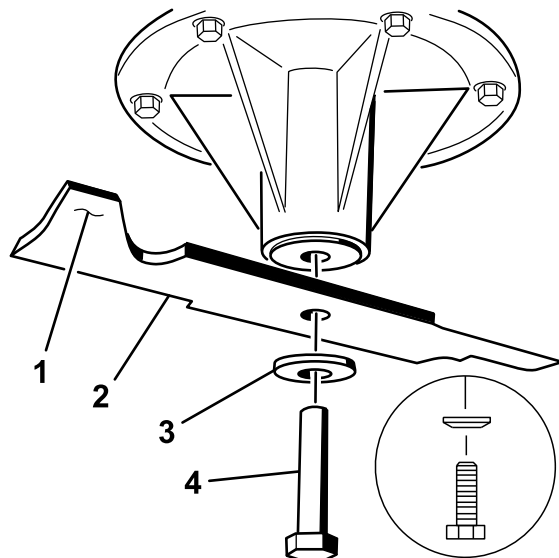

図 79
2. スピンドルのシャフトからブレード・ボルト、湾曲ワッシャ、ブレードを取り外す(図 79)。
ればバランスがとれているからそのまま使用してよい。もし傾くようなら、重い方の裏面を少し削って調整する（図 79）。バランスがとれるまで調整する。